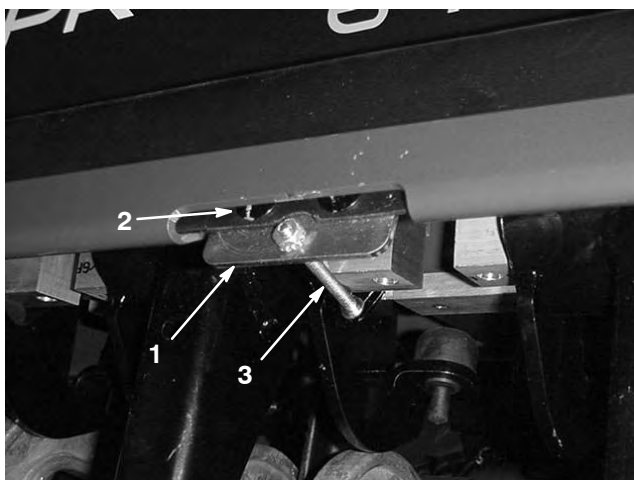

Figure 7
1. Fixez la plaque du capot au capot arrière au moyen de (3) rivets aveugles (Fig. 7).
3. Insérez la vis dans la plaque du capot (Fig. 7).
4. Fixez la vis à la plaque du capot avec un contre-écrou N° 10 (Fig. 7).